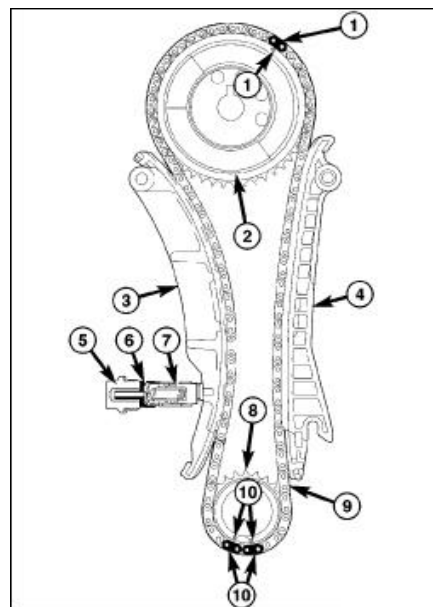

图. 24 正时驱动系统
(2) 安装右正时链条导板, 紧固力矩为 $28 \text{ N} \cdot \text{m}$ (图. 24)。
(3) 拆卸气门室盖, 让正时链条能自由移动。
(4) 安装正时链条曲轴链轮, 对准正时标记 (图. 24)。